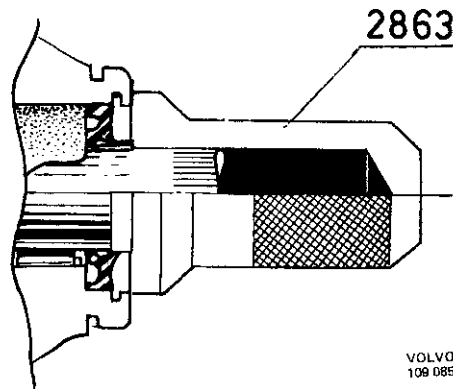

Abb. 93 Einbau des Wellendichtringes
4. Zwischenraum zwischen den Dichtlippen des neuen Ringes mit Mehrzweckfett füllen. Dichtring mit Hilfe der losen Schutzhülse auf den Dorn 2863 schieben. Schutzhülse entfernen und den Dichtring in das Lenkgehäuse einpressen, s. Abb. 93.